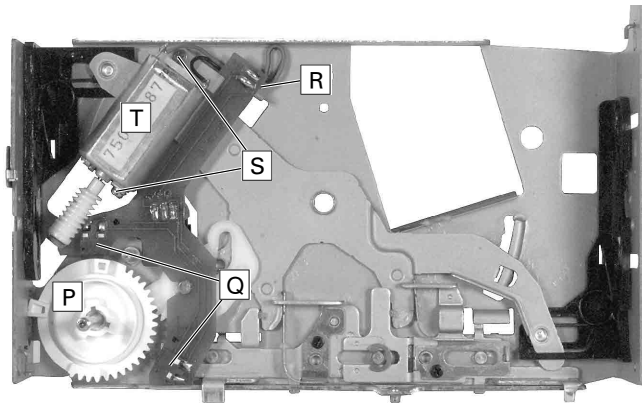

Fig. 22
- Zahnrad P herausnehmen (Fig. 22). **Achtung:** Beim Wiedereinsetzen auf die 2 Schalter Q achten!
- Leiterplatte an Punkt R ausrasten und herausnehmen (Fig. 22).
- 2 Schrauben S (Fig. 22) herausschrauben und Motor T herausnehmen.
- Take out gear wheel P (Fig. 22). **Attention:** When reassembling take care of the 2 switches Q!
- Unhinge the PCB at point R and take it out (Fig. 22).
- Undo 2 screws S (Fig. 22) and remove motor T.